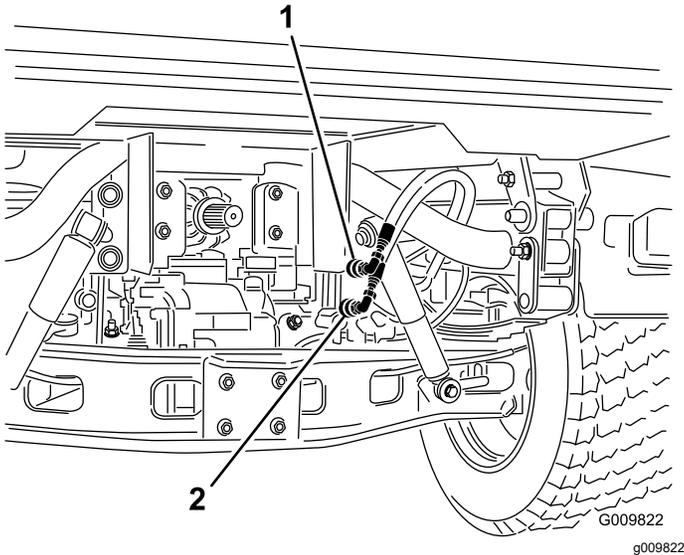

Figura 74
- Desligue, em ambas as máquinas, as 2 mangueiras de acoplamento rápido das mangueiras ligadas ao suporte do acoplamento (Figura 74).